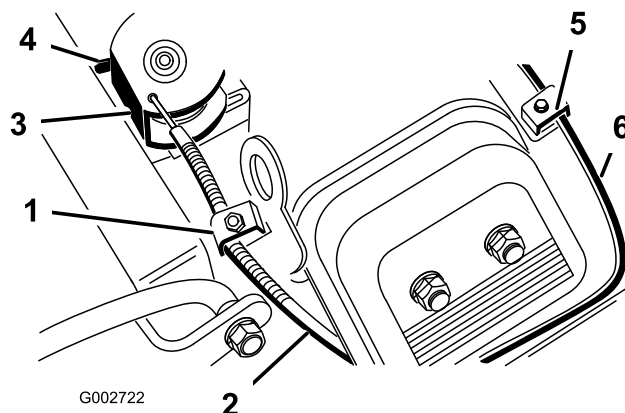

図 37
2. スロットル・ケーブルをエンジンに固定しているクランプのネジをゆるめる（図 37）。
4. スロットルケーブルを十分に引いて、スイベルの後部をストップに接触させる（図 37）。
2. スロットル・ケーブルをエンジンに固定しているクランプのネジをゆるめる(図 37)。
4. チョークケーブル(図 37)を十分に引いてチョークを完全に閉じ、その位置でクランプのネジを締める。